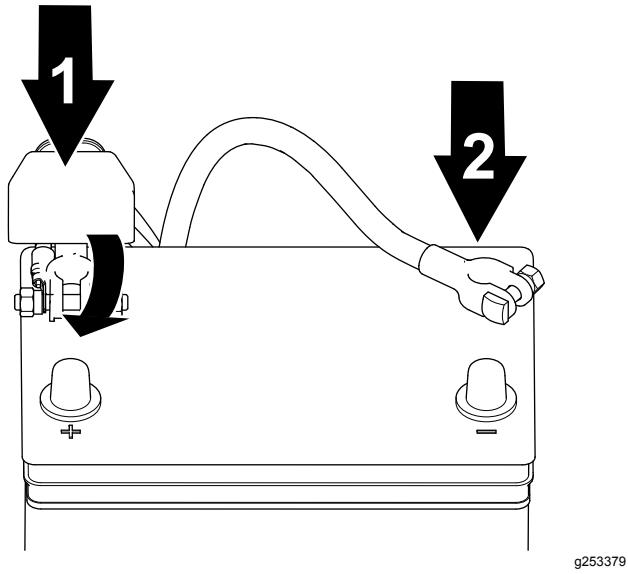

図 88
1. プラス+ケーブルをバッテリーに接続し、クランプナットで接続する図 88。
2. マイナス-ケーブルをバッテリーに接続し、クランプナットで接続する図 88。